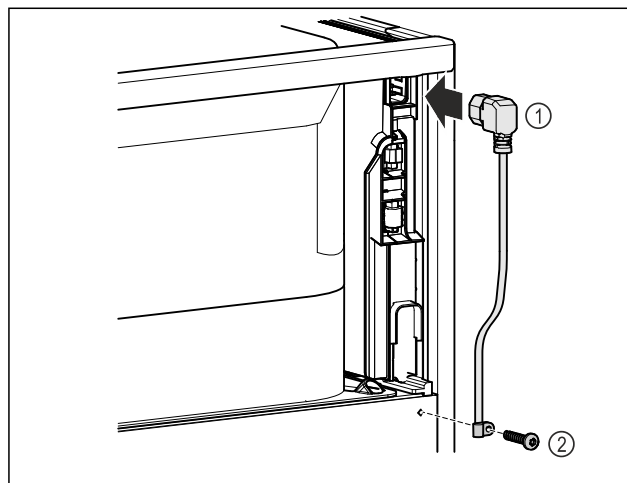

Fig. 13
- ▶ Kaltgerätebuchse der Netzanschlussleitung Fig. 13 (1) auf der Rückseite des Geräts einstecken.
- ▶ Zugentlastung montieren. Fig. 13 (2)